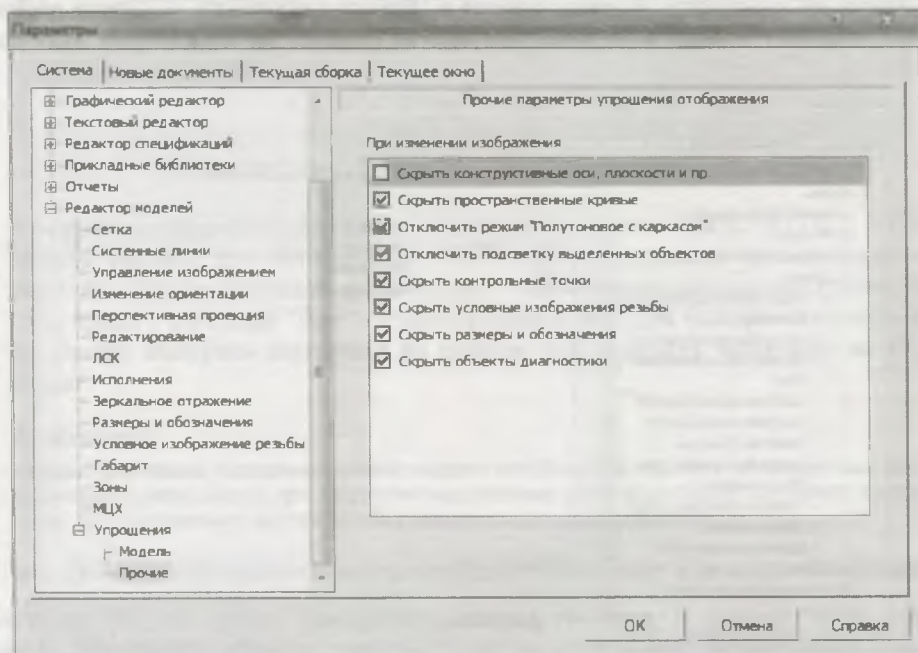

Рис. 27.8. Диалоговое окно Параметры с открытой панелью Прочие параметры упрощения отображения
- ◆ щелкните ЛК по пункту **Прочие**. В правой части на панели **Прочие параметры упрощения отображения** (рис. 27.8) включите дополнительные средства упрощения для ускорения работы в режиме упрощенного отображения. Для этого поставьте "флажки" в следующих окнах: